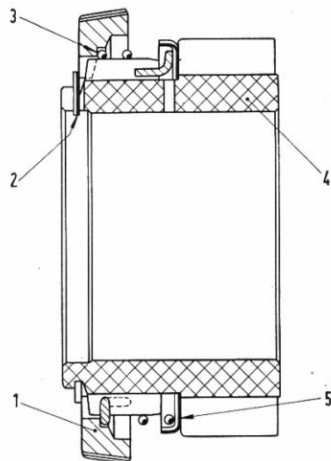

Abb. 42. - Schnitt durch das Getriebe des 3. Gangs, komplett mit Synchronvorrichtung.
Bei der Montage der Synchronvorrichtung muss vor dem Einsetzen des Federrings (2, Abb. 42) kontrolliert werden, ob die umgebogenen Enden der Feder (3) in die Vertiefungen des Synchronzahnkranzes richtig eingerastet sind, ohne dass dabei der normale Durchmesser der Feder selbst eine Veränderung erlitten hat.